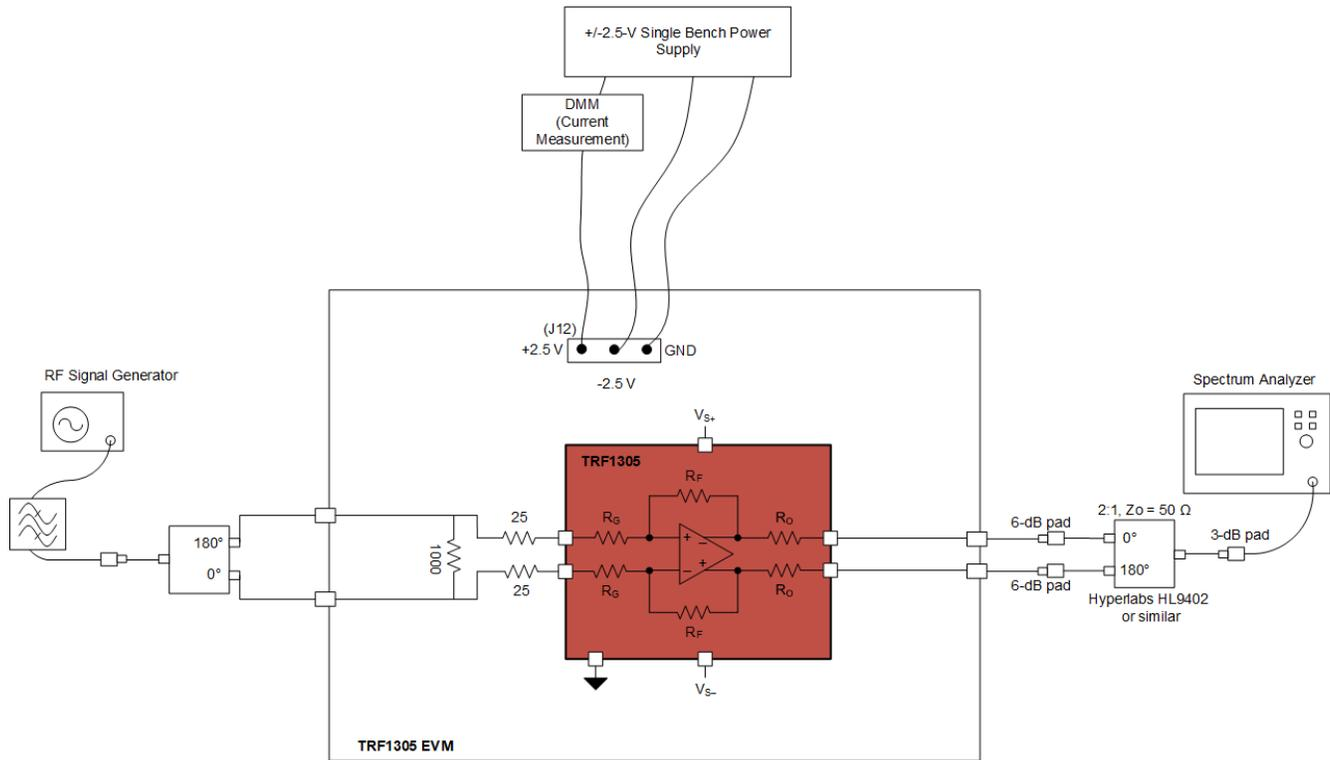

图 2-1. 增益和输出 P1dB 的单音设置
本节提供 EVM 的一般使用信息。有关作为后续说明基准点的一般单音设置图，请参阅图 2-1 (为清晰起见，省略了某些元件，如电源旁路电容器)：
- a. 使用外部无源平衡-非平衡变压器将来自射频信号发生器的单端信号转换为差分信号，如图 2-1 所示。差分信号馈送到输入 SMA 连接器 J1、J2。
测量单音失真时，请使用射频带通滤波器，如图 2-1 所示。
- e. 当连接到频谱分析仪时，必须使用外部无源平衡-非平衡变压器将 EVM 发出的差分信号转换为单端信号，如图 2-1 所示。